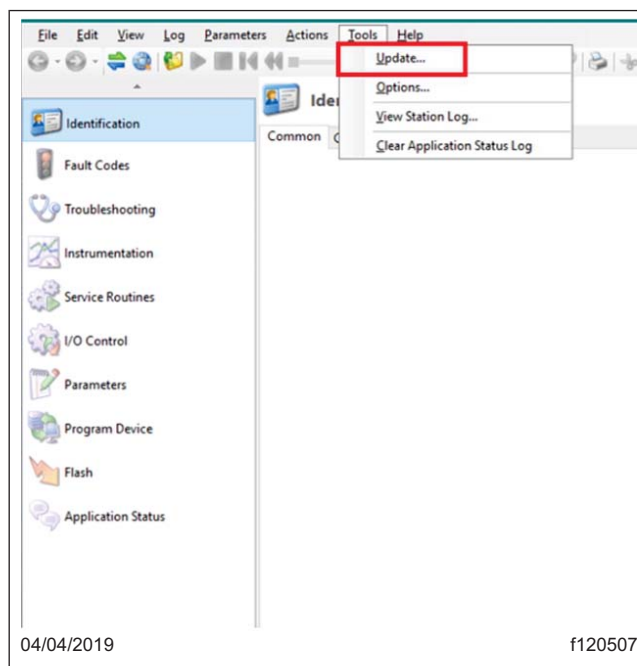

Fig. 1, Mise à jour de DiagnosticLink à la dernière version
3. Connectez le véhicule à DiagnosticLink. Assurez-vous que DiagnosticLink est mis à jour à la dernière version, 8.10. Pour mettre à jour DiagnosticLink, sélectionnez « Update » (Mise à jour) dans le menu déroulant sous « Tools » (Outils). Reportez-vous à la figure 1.